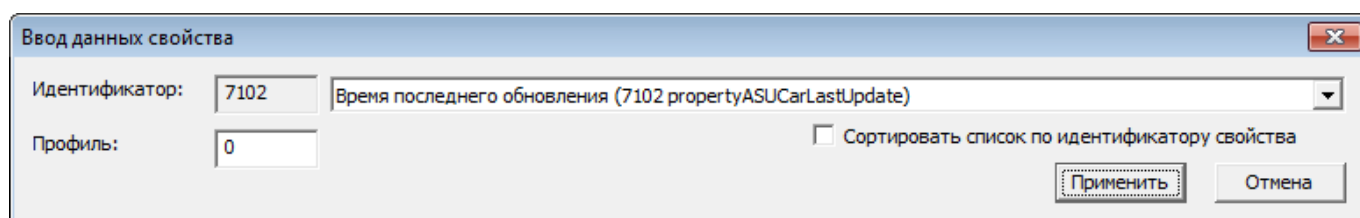

Рисунок 9.122 — Окно добавления свойства
3. Нажмите на кнопку **Добавить**. В отобразившемся окне (рисунок 9.122) выберите из раскрывающегося списка требуемое свойство, в поле **Профиль** укажите номер профиля, в котором содержатся требуемые данные (обычно, «0»). Для быстрого поиска свойства, начните вводить первые буквы его названия. Если вы знаете идентификатор свойства, установите флаг в поле **Сортировать список по идентификатору свойства** и введите в поле требуемый идентификатор.